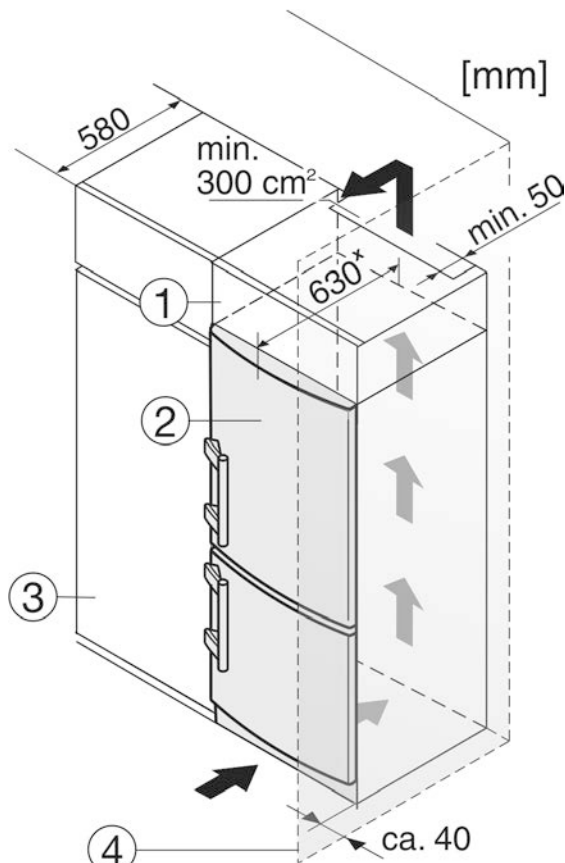

Fig. 13
Устройство может быть окружено предметами кухонной обстановки. Чтобы уравнивать устройство Fig. 13 (2) по высоте с кухонной стенкой, можно установить над устройством соответствующий дополнительный шкафчик Fig. 13 (1).
При комбинировании с кухонными шкафами (глубина макс. 580 мм) устройство можно установить непосредственно рядом с кухонным шкафом Fig. 13 (3). Устройство выступает сбоку на 34 мм* и по центру на 50 мм* относительно передней стенки кухонного шкафа.
Если устройство установлено на шарнирах у стены *Fig. 13 (4)*, то расстояние между устройством и стеной должно быть не менее 40 мм. Настолько выступает ручка при открытой дверце.